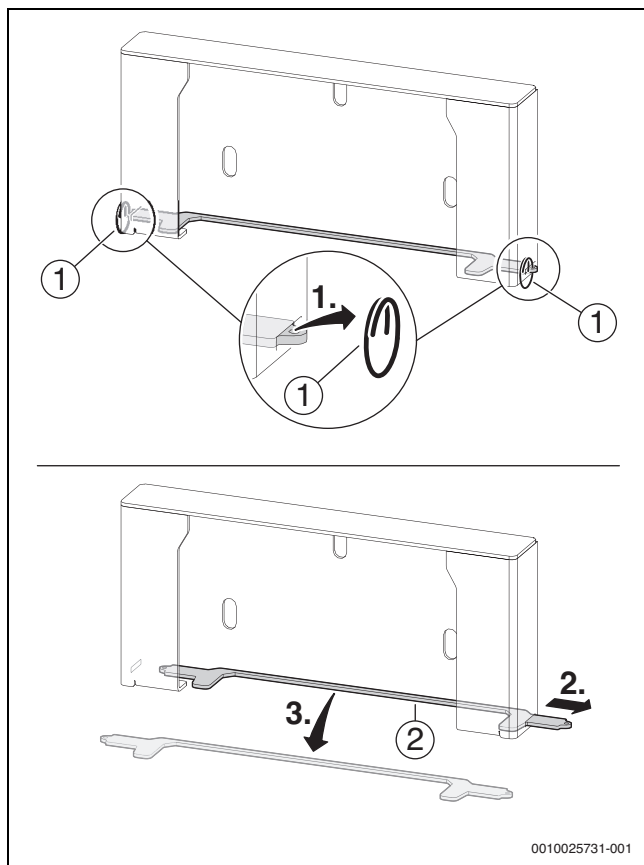

Fig. 13 Smontare l'elemento di aggancio
- Applicare il ponticello di sicurezza [2] e gli anelli di sicurezza [3] (→ fig. 13, nella sequenza inversa).